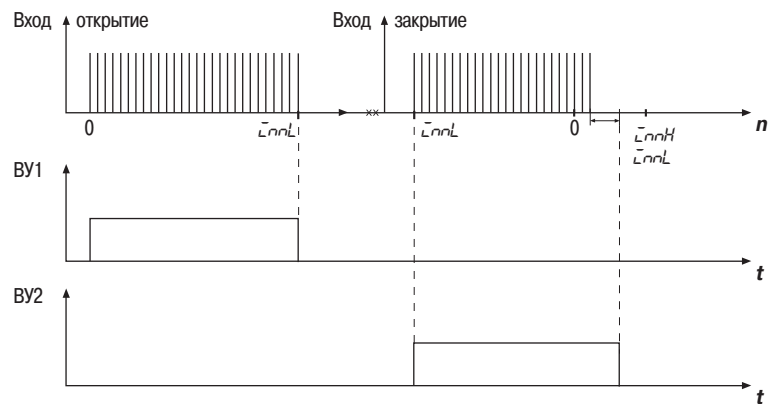

Рис. 8
- открытое положение определяется по достижении значения счетчика, равного значению параметра $\bar{L}nnL$ (рис.8).